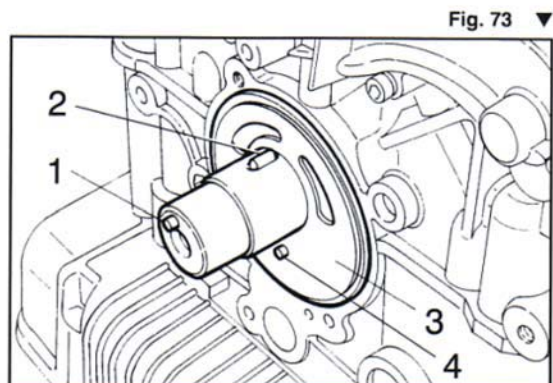

Fig. 73 ▼
- togliere il grano di centraggio (1) e il grano cilindrico (2) bloccaggio ingranaggio pompa olio (**Fig. 73**), quindi rimuovere l'anello di tenuta e il coperchio pompa olio (3) con il grano di fermo (4).
- remove the centring pin (1) and the cylindrical pin (2) blocking the oil pump gear (**Fig. 73**), remove the sealing ring and oil pump cover (3) with its stop pin (4).